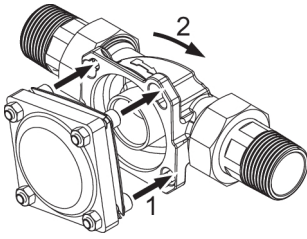
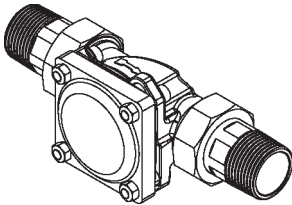

Abb. 5: Ansetzen und einrasten
Abb. 6: Anschluss eingerastet
1. Die Köpfe der vier Flanschschrauben durch die Bajonettbohrungen am Einbaudrehflansch stecken (siehe Abbildung 5).
2. Das Gerät im Uhrzeigersinn bis zum Anschlag drehen (siehe Abbildung 5 und Abbildung 6).